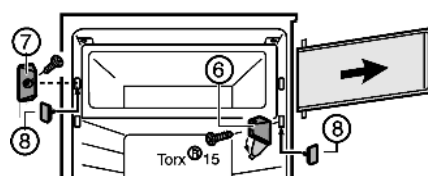

Fig. 3
- ▶ Odchylić osłonę płytki łożyska Fig. 3 (6).
- ▶ Odkręcić płytkę zawiasu Fig. 3 (6) z drzwiami.
- ▶ Odkręcić element zamykający Fig. 3 (7).
- ▶ Zwolnione otwory należy zatkać dołączonymi zatyczkami Fig. 3 (8).